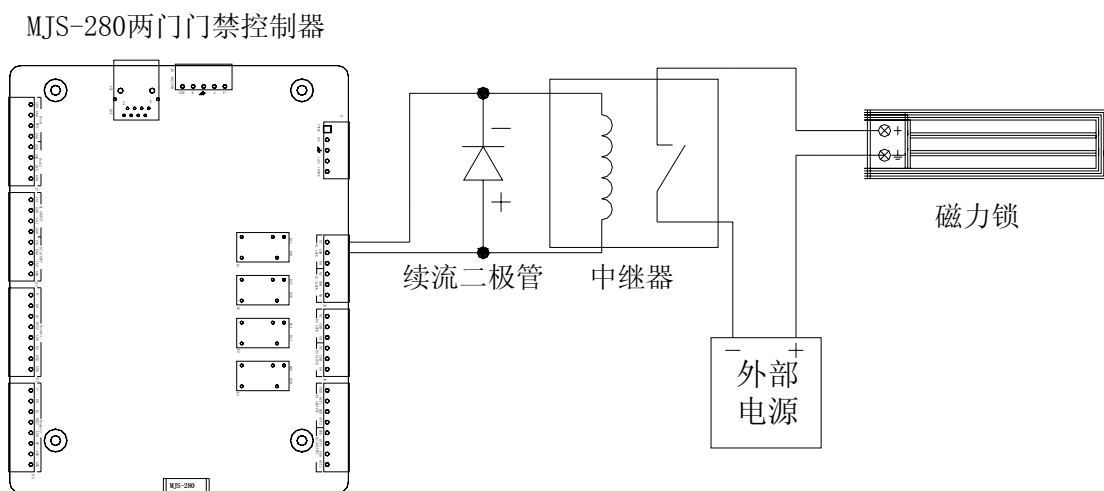

图 3.12 中继器保护电路
- 如果电锁的功耗大于继电器触电容量（本控制器最大允许通过触点容量为 30VDC/5A）时，要使用中继器进行隔离，接线如图 3.12 所示：